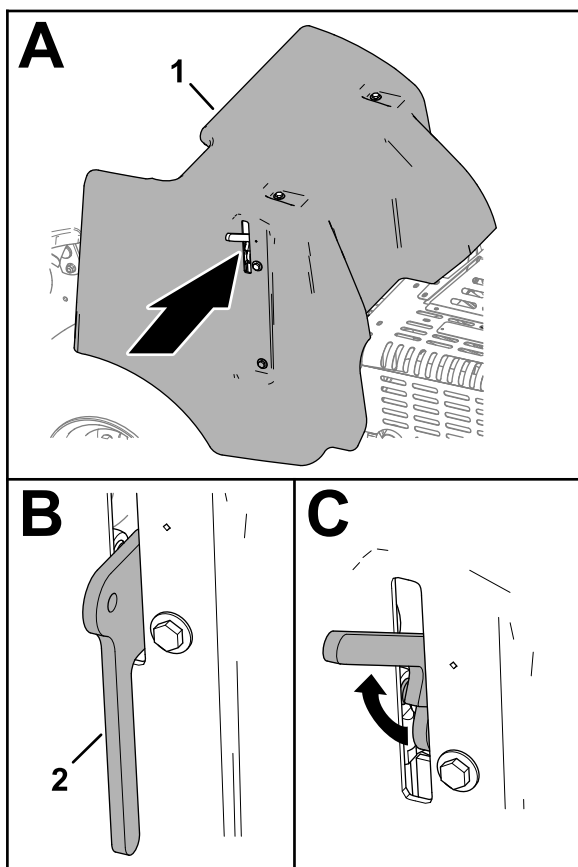

Figura 142
2. Sollevare la maniglia del fermo (Figura 142).